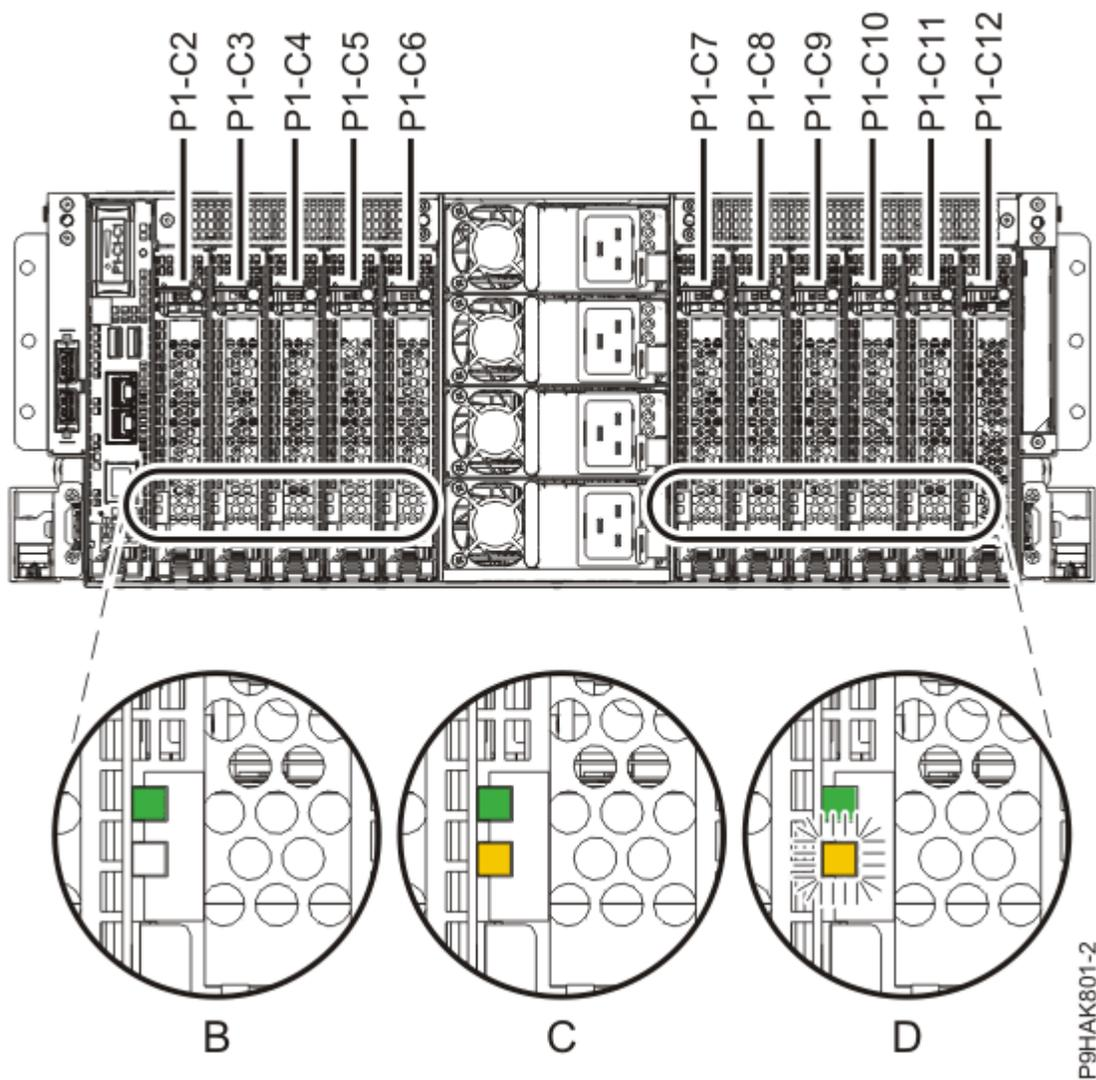

Abbildung 13. Positionen der Adaptersteckplätze und Anzeigen in einem System vom Typ 9040-MR9
3. Überprüfen Sie die Positionen der Adaptersteckplätze und der Serviceanzeigen des zu wartenden Adapters. Die Adapter werden an der Rückseite des Systems installiert. In Abbildung 13 auf Seite 20 werden die Positionen der Adapter in einem System vom Typ 9040-MR9 und die Positionen der Anzeigen für die einzelnen Adapter angezeigt.